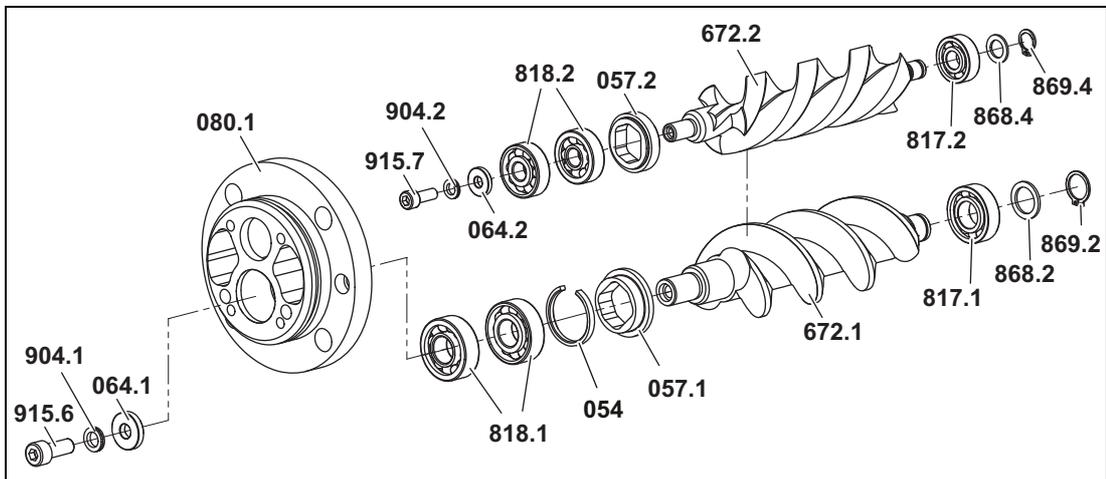

Fig. 12
9. Retire las arandelas de retención **869.2** y **869.4** y los anillos de apoyo **868.2** y **868.4** de los husillos de medición, véase Fig. 12, página 31.